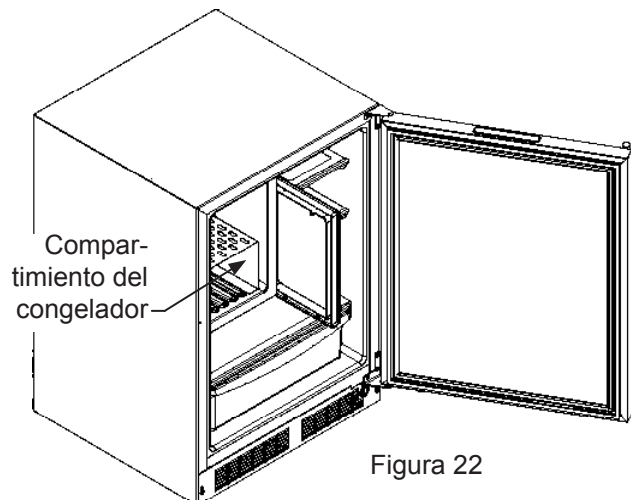

Figura 24
- (2) Estantes de vidrio de ancho mitad en voladizo, ajustables (vea la Figura 24)